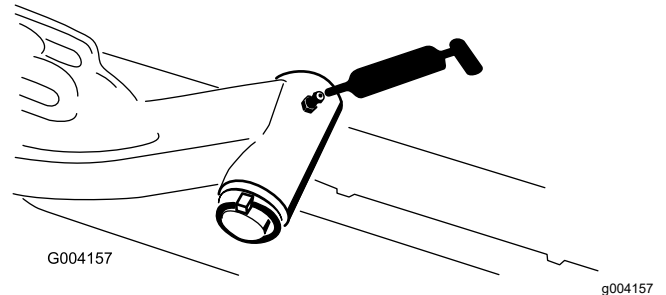

Figura 74
- Albero di articolazione del braccio di sollevamento (1 ciascuno) – Figura 74